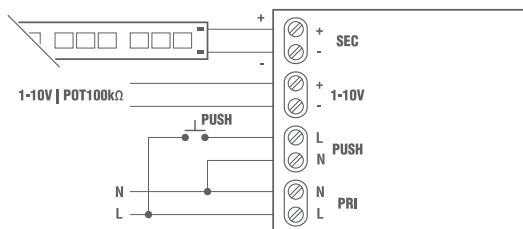

Fig.1
-pulsante (PUSH 230Vac) (Fig.1)
-segnale 1-10V (Fig.1)
-potenziometro 100Kohm (Fig.1)